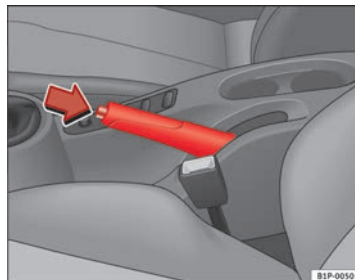

Fig. 129 Freno de mano entre los asientos delanteros
- Tire con fuerza de la palanca del freno de mano hacia arriba ⇒ fig. 129.
- Tire ligeramente de la palanca hacia arriba, presione el botón de desbloqueo en la dirección de la flecha ⇒ fig. 129 y baje completamente la palanca ⇒ ⚠.